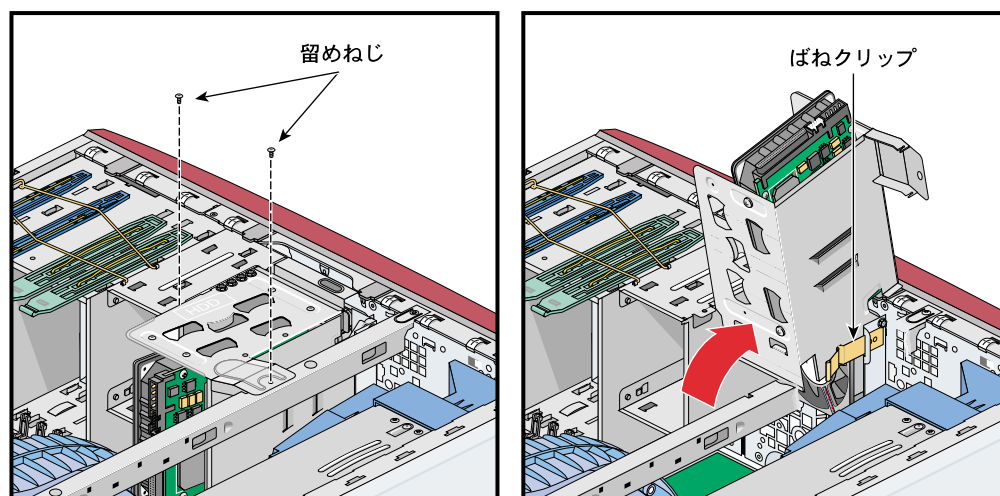

図 4-23 下段ドライブ・ケージを開く
2. ドライブ・ケージをシャーシに固定している 2 本のねじを取外します。続いて、正しい場所にロックされるまで、ドライブ・ケージを上回転させてシャーシの外に出します。図 4-23 を参照してください。